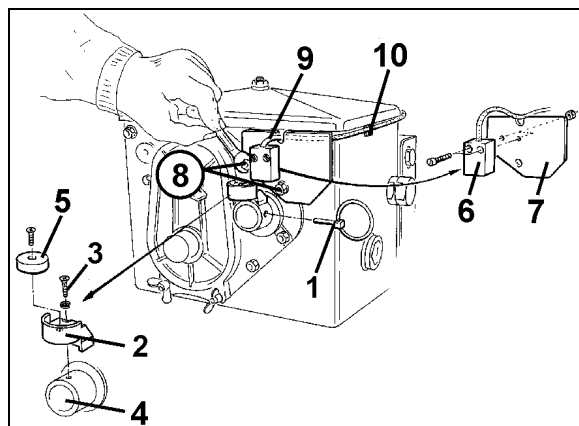

Fig. 9
1. Rimuovere la spina a scatto (Fig. 9/1, collega l'albero agitatore con l'azionamento).
2. Avvitare il supporto del magnete (Fig. 9/2) con la vite maschiante M4 x 10 (Fig. 9/3) e la rondella elastica nell'albero cavo del riduttore (Fig. 9/4).
4. Avvitare il magnete (Fig. 9/5) con una vite maschiante M4 x 10 al suo supporto.
5. Avvitare il sensore (Fig. 9/6) al relativo supporto (Fig. 9/7).
6. Avvitare il supporto del sensore (Fig. 9/7) al riduttore con due dadi della scatola (Fig. 9/8).
7. Posare il cavo del sensore (Fig. 9/9) per la cabina del trattore.
8. Fissare il cavo alla seminatrice con la piastrina di fissaggio (Fig. 9/10) e la fascetta fermacavi. Le superfici di fissaggio devono essere pulite e prive di grasso.
9. Inserire la spina a scatto (Fig. 9/1) nell'albero cavo del riduttore.